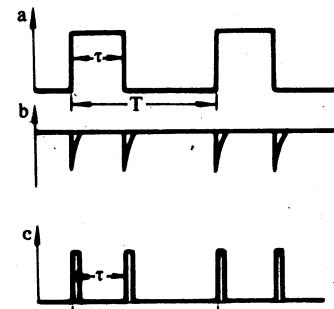

图 3
2) 把单脉冲转换成双脉冲。这时输入脉冲为正极性，脉冲宽度为 τ 。同理，经它变换后输出为同样周期的双脉冲，双脉冲的脉宽可由微分电路的时间常数来确定，而双脉冲的间隔为原脉冲的宽度，频率为原脉冲频率，其波形如图 3 所示。